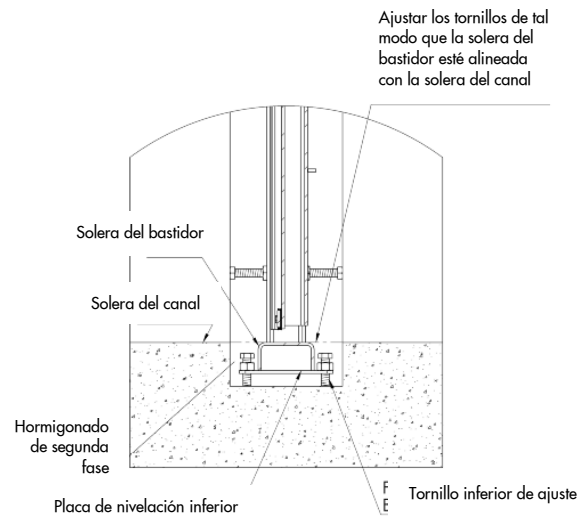

Figura 5
- Nivelar la compuerta verticalmente, ajustando para ello los tornillos situados en las placas de nivelación (ver Figura 5). Asegurarse de que la solera del bastidor está perfectamente alineada con la solera del canal